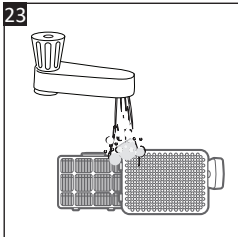

Fig. 23
4. Țineți filtrul evacuării aerului (24) în jos și clătiți-l sub jetul de apă de la robinet cu apă caldă până când apa curge limpede (**Fig. 23**). Clătiți capacul evacuării aerului (25).